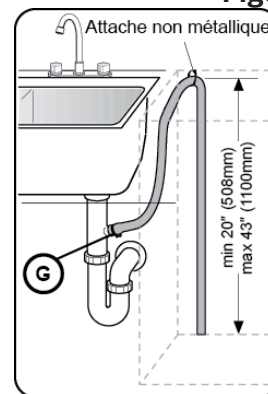

Figure 11
1. Directement sur le raccordement de vidange de lave-vaisselle sous l'évier, comme l'indique la **Figure 11**.